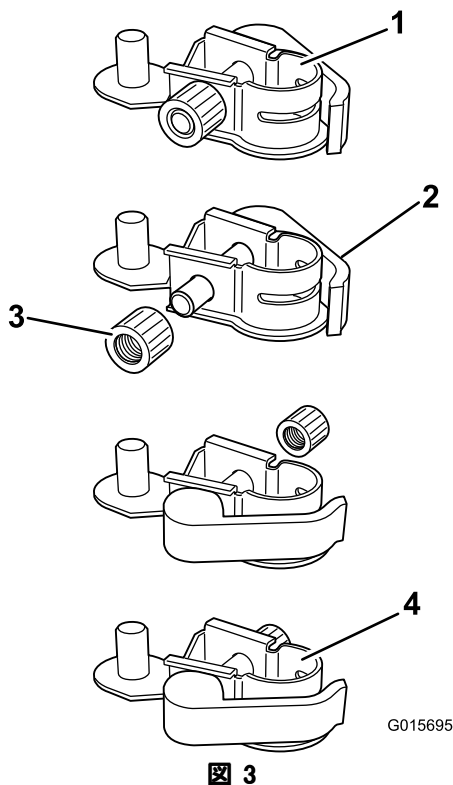

図 3
- ・ コネクタのうちの一方からジャムナットを外す (図 3)。
- ・ コネクタからクランプ・アームを外して反対側に取り付ける (図 3)。
- ・ 先ほど取り外したジャムナットをクランプ・アームに取り付けて、ナットがゆるまない程度に締め付ける (図 3)。